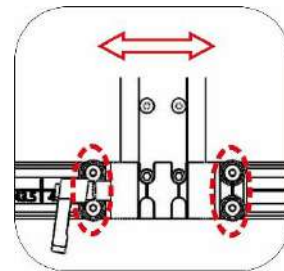

Figura 5-54
- Use una llave Allen número 4 para aflojar los tornillos. Ajuste el reposabrazos adelante/atrás. Vuelva a apretar los tornillos. (Figura 5-54).